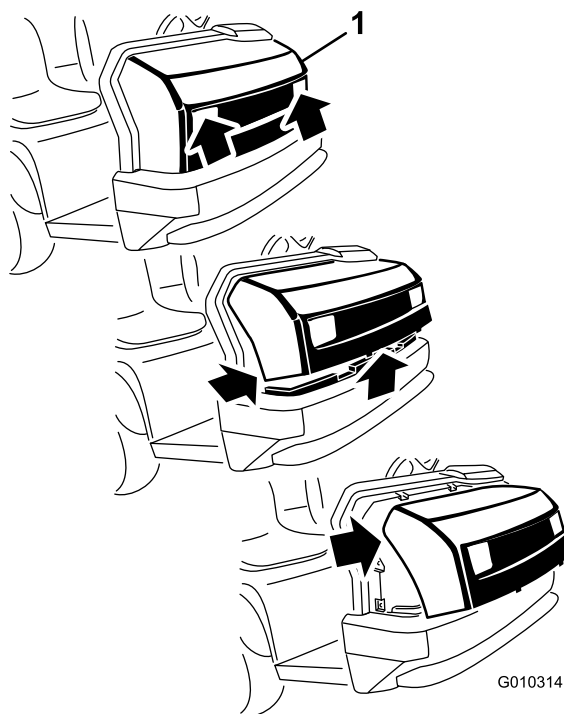

Рисунок 3
1. Взявшись за капот в области проемов фар, поднимите его вверх, чтобы высвободить нижние монтажные лапки из пазов рамы (Рисунок 3).
2. Потяните низ капота на себя и вверх, чтобы высвободить верхние монтажные лапки из пазов рамы (Рисунок 3).
3. Потяните верх капота на себя и отсоедините кабельные разъемы от фар (Рисунок 3).